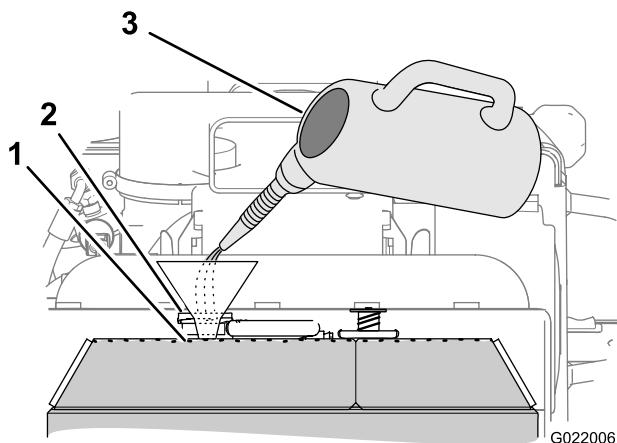

Figure 85
3. Remplissez le radiateur du liquide de refroidissement spécifié jusqu'à ce que le niveau de liquide atteigne le haut du goulot de remplissage (Figure 85).